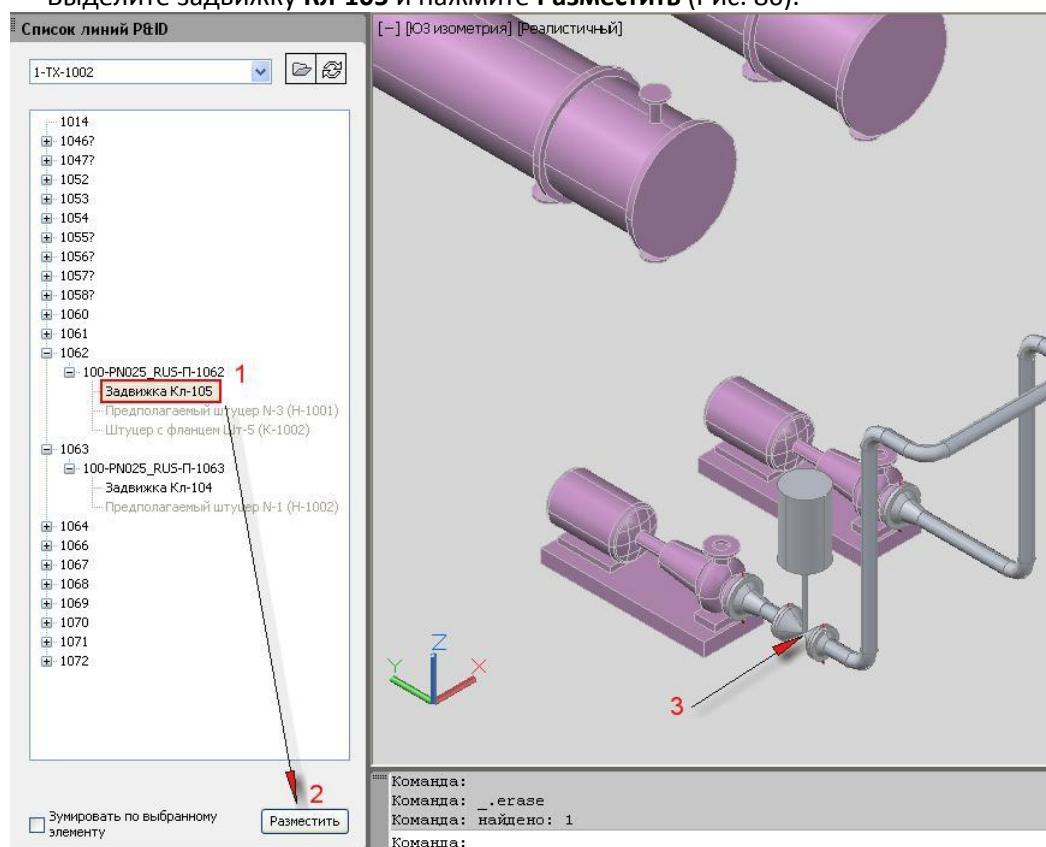

Рис. 86
- Далее в списке линий P&ID нажмите на плюс слева от **100-PN025_RUS-П-1062**. Выделите задвижку **Кл-105** и нажмите **Разместить** (Рис. 86).
- Для размещения задвижки на трубе используйте привязку к **Ближайшей** точке трубы, сориентируйте привод вертикально вверх, как показано на рис. 86.